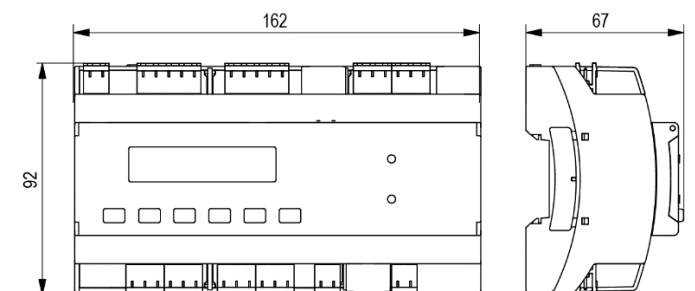

Рисунок 2 – Габаритний кресленик пристрою
1. Підготувати на DIN-рейці місце для встановлення пристрою відповідно до розмірів пристрою (див. *рисунок 2*).